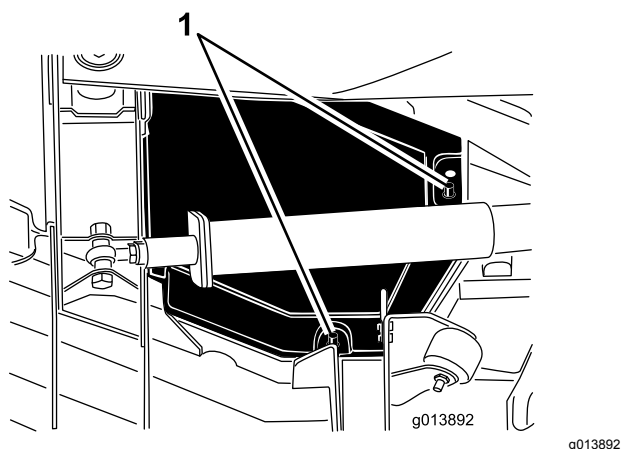

Figura 66
4. Levante as extremidades da cobertura interior e traseira dos polos de montagem (**Figura 66**).